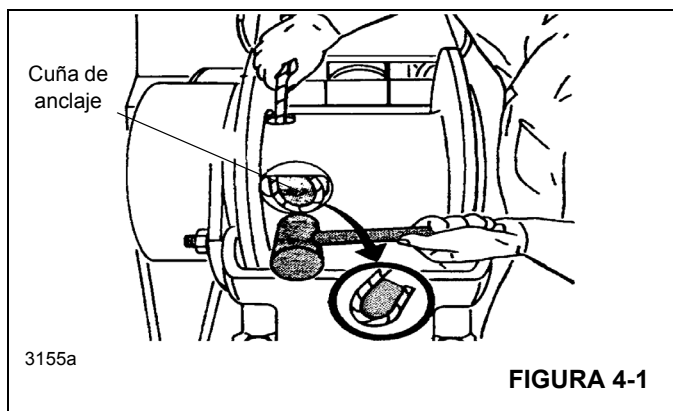

FIGURA 4-1
3. Inserte el cable a través de la ranura y colóquelo alrededor de la cuña de anclaje (Figura 4-1).